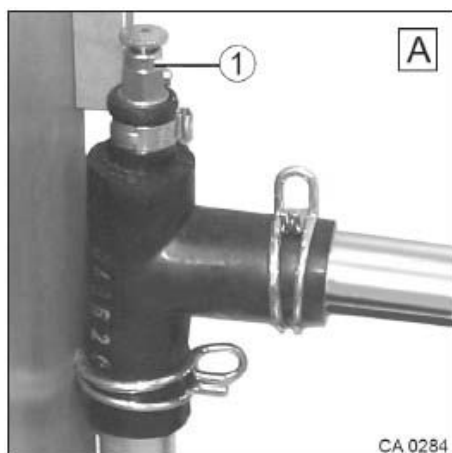

Fig. 160 Soupape de purge
1. Ouvrir la soupape de purge lentement au moyen de la vis de purge (Fig. 160/1) et la laisser ouverte jusqu'à ce que plus d'air n'en sort.